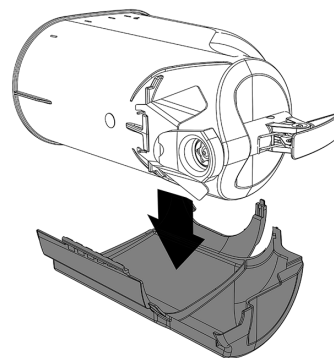

figura 2
**1** Adagiare la parte destra del recover su un piano. Posizionare il contenitore al suo interno.(vedere figura 2)(vedere figura